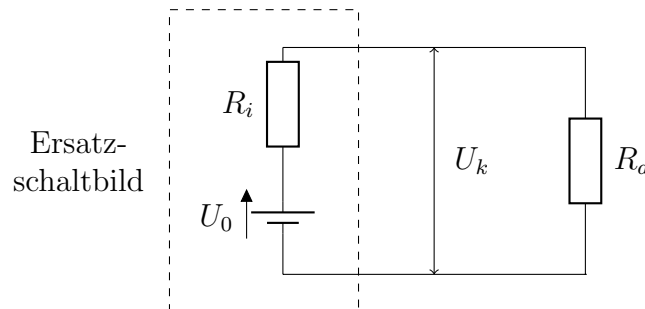

Abbildung 1: Reale Spannungsquelle in einem Stromkreis
Wird ein solcher Stromkreis, an dem die Spannung U_0 anliegt, im Experiment betrachtet gilt diese Gleichung nicht für $U = U_0$. Das liegt daran, dass eine reale Spannungsquelle immer einen Innenwiderstand R_i hat, der den Stromfluss beeinflusst. Im Schaltbild und in der Rechnung kann eine solche reale Spannungsquelle wie eine ideale Spannungsquelle betrachtet werden, hinter der ein Widerstand der Größe R_i geschaltet ist (siehe Abbildung 1). Dann gilt wie gewohnt (1):